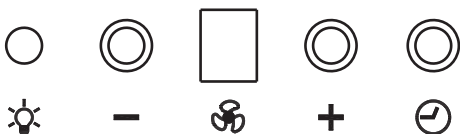

РИС. 13
7.2.2 Электронный переключатель с цифровым индикатором скорости (рис. 13) имеет четыре кнопки управления без фиксации и цифровой индикатор, который показывает скорость вентилятора.